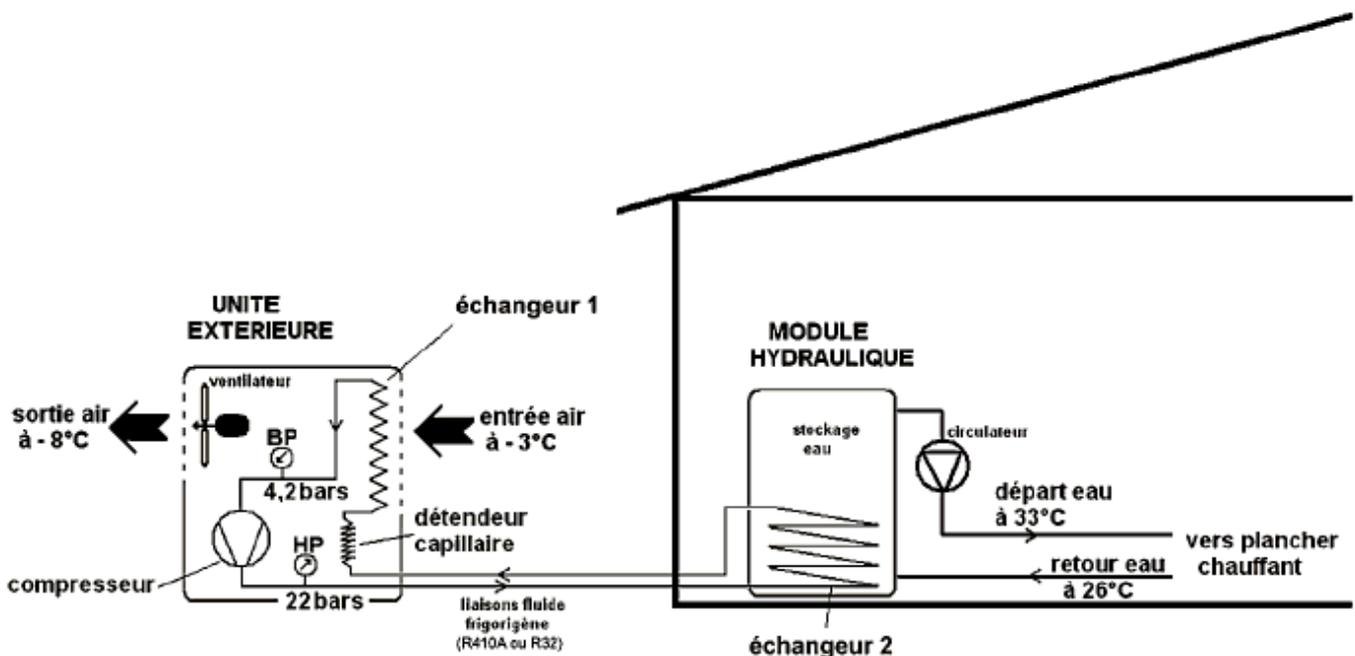

FIGURE D10.6
Le schéma de principe d'une telle installation est présenté Figure D10.6.
- 6 À l'aide de la figure D10.6, identifier la source chaude et la source froide, ainsi que le système mécanique qui échange un travail avec le fluide de la pompe à chaleur.
Sur la Figure D10.6 figurent les deux échangeurs (échangeur 1 et 2) de la pompe à chaleur : l'un est le condenseur, l'autre est l'évaporateur.
- 7 Au contact de quelle source doit être mis le condenseur ? Identifier l'échangeur concerné présent sur la Figure D10.6 en justifiant la réponse.
- 8 Au contact de quelle source doit être mis l'évaporateur ? Identifier l'échangeur concerné présent sur la Figure D10.6 en justifiant la réponse.